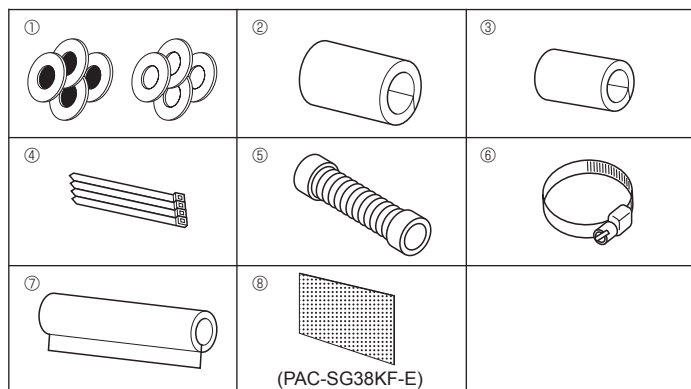

Fig. 3-1
3.1. De toebehoren voor het binnenapparaat controleren (Fig. 3-1)